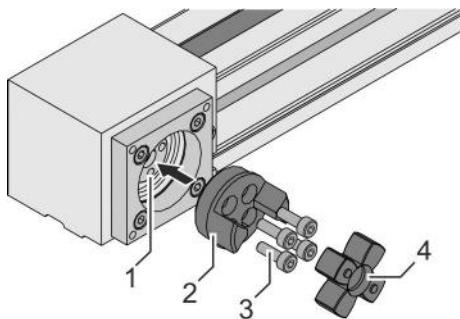

Fig. 25: Montaggio dei mozzi a vite
3. → Posizionare i mozzi a vite (Fig. 25/2) sugli alberi delle cinghia dentata (Fig. 25/1) di entrambe le unità lineari.
4. → Di volta in volta stringere in diagonale 4 viti (Fig. 25/3) in modo alternato:
5. → Inserire le corone dentate (Fig. 25/4) nei mozzi a vite.